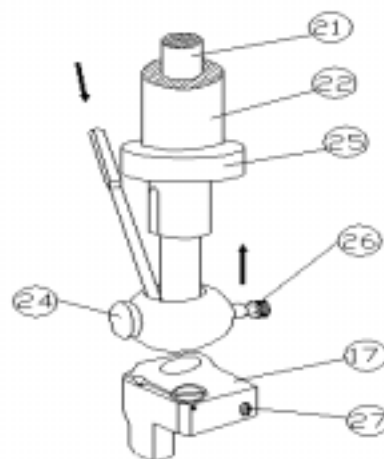

Fig. 8
Re- instale la abrazadera (24) de la aguja y el clip de tela (17) sobre sus barras respectivas, insertando la aguja enganchada por doble por la parte superior de la abrazadera, como ilustrar en Fig. 8 después. Asegúrese de que la superficie sujetar con abrazadera sobre el sabor fuerte de la aguja esté a la izquierda de la máquina y ese final superior de la aguja toca el cuello de alto (25). Ajuste el tornillo (26). Jale el rod interior all the way up, ajustando el clip de tela con el propósito de que descansa simultáneamente contra la abrazadera y el hombro del rod interior, y luego ajuste el tornillo (27). Cuando estas operaciones han sido terminadas levante el rod interior y verifique que nada impide su movimiento con el propósito de que la punta de la aguja no se mueve. Gire la mano - rueda hasta que la abrazadera del barra de aguja (20) alcanza su U.D.C. (el centro muerto superior). En este momento ajuste la altura del barra de aguja con el propósito de que hay una distancia de 16 mm entre la placa de tip of la aguja y la garganta. Ajuste la abrazadera del guía (20), sea careful no deformar la parte interior del barra de aguja. When